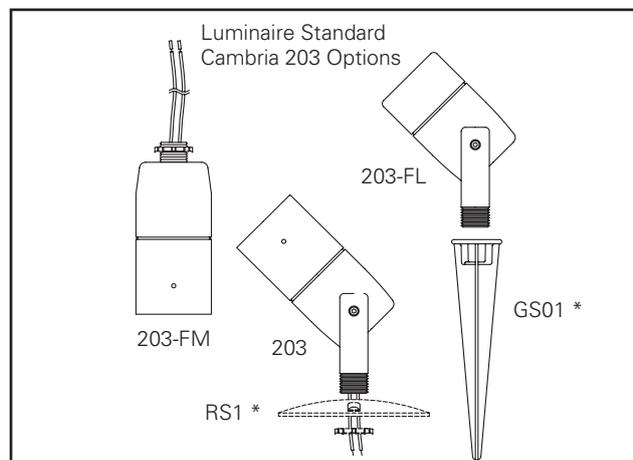

Figure 2.
**Pour 203 (indiqué):** 12V, MR 16, 50 Watt max lampe halogène à deux tiges. (Figure 2.)